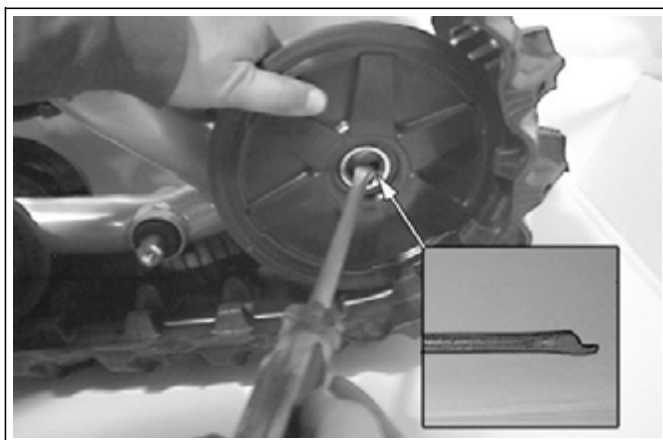

Рис. 22
- Работая с задней гусеничной тележкой, нужно вновь установить колеса диаметром 133 мм (как на Рис.22).
*НА ЗАМЕТКУ: Желательно сменить жало отвертки и установить такое, как показано на рис.22 (с зубом): это поможет решить задачу постановки колёс на их оси. Можно также использовать крестовую отвертку подходящего размера.*